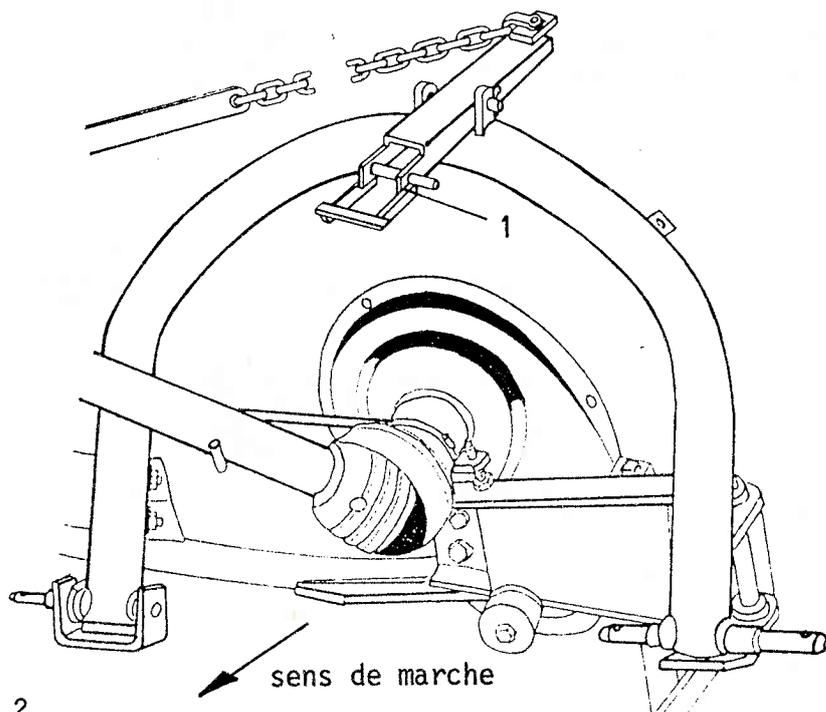

Figure 2
- Fixer le tirant supérieur de l'attelage du tracteur au bras d'attelage de la faucheuse (fig. 2, repère 1)